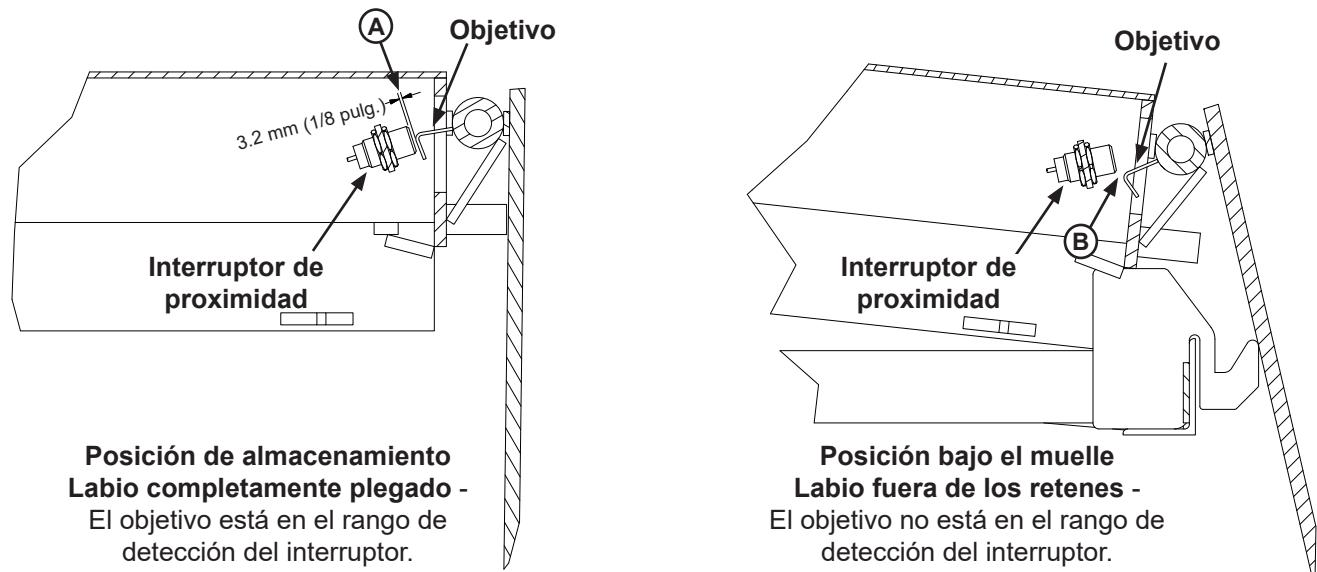

Figura 29
3. Presione el botón RAISE (Elevar). El nivelador de muelle NO se debería elevar. Si el nivelador no se eleva, continúe con el paso 4. Si el nivelador se elevó, disminuya la dimensión (A), de modo que el objetivo esté dentro del rango de detección del interruptor. El ajuste de fábrica típico de (A) es de aproximadamente 3.2 mm (1/8 pulg.). Realice ajustes en el interruptor hasta que el nivelador no se eleve cuando el retenedor de vehículos no esté enganchado en la barra RIG del vehículo de transporte. Consulte la Figura 29.
6. Presione el botón RELEASE (Liberar). El retenedor de vehículos NO debería desengancharse de la barra RIG del vehículo de transporte o del accesorio de prueba. Si el retenedor de vehículos NO se desengancha, continúe con el Paso 7. Si el retenedor de vehículos SÍ se desenganchó, aleje el interruptor del objetivo o doble el objetivo para aumentar la dimensión (B), de modo que el objetivo no esté en el rango del interruptor. Haga ajustes en el interruptor o en el objetivo hasta que el retenedor de vehículos o se desenganche del vehículo de transporte. Consulte la Figura 29.